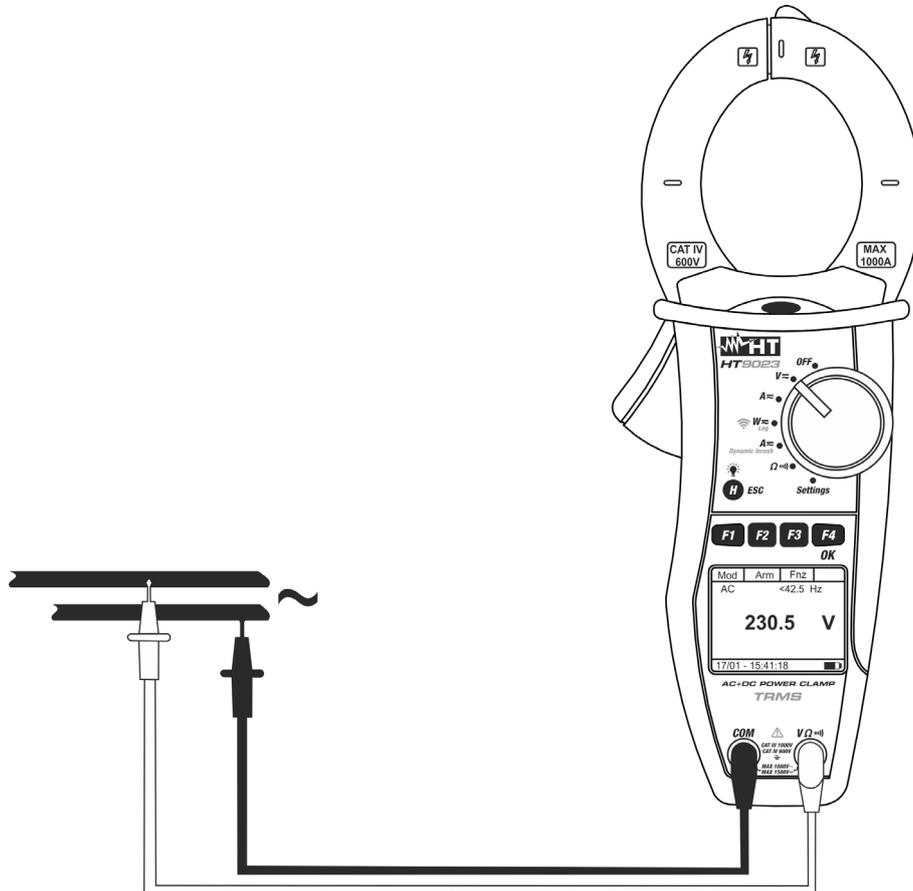

Abb. 6: AC/AC+DC Spannungsmessung
4. Verbinden Sie die rote Messleitung mit der **VΩⓂ** Eingangsbuchse, und die schwarze Messleitung mit der **COM** Buchse, und verbinden Sie die Messspitzen mit dem zu prüfenden Stromkreis (siehe Abb. 6)